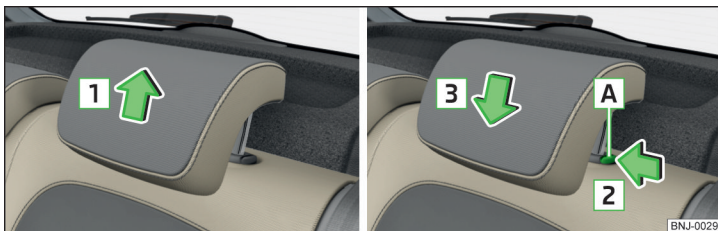

Abb. 73 Höhe der Kopfstütze einstellen
- › Die Stütze fassen und **nach oben** in Pfeilrichtung **1** verschieben » Abb. 73.